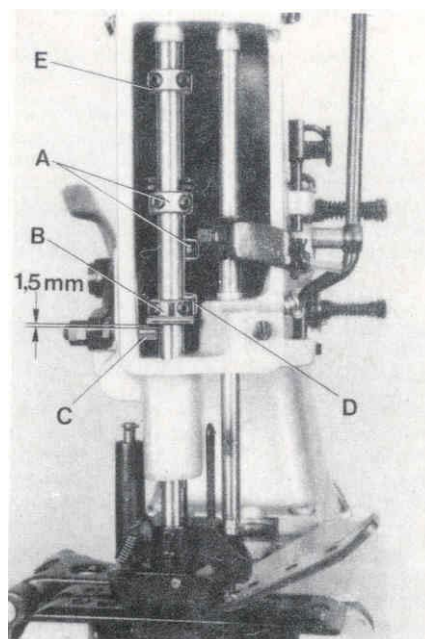
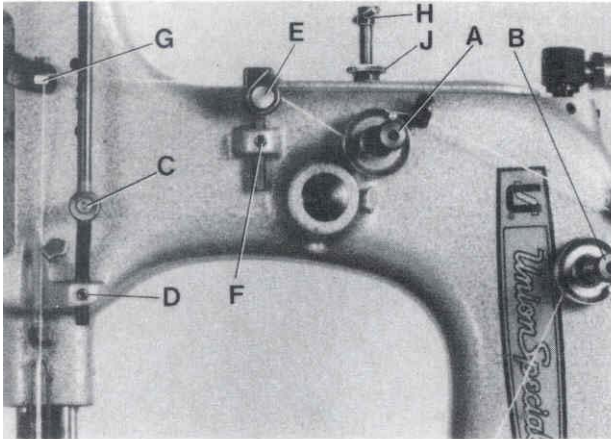

Fig.9
Fig.10
Rotate the pulley until the feed dog is below the throat plate. Remove the face cover left on machine arm and turn out the T-screw (H, Fig. 10) on the top of the machine arm, until it does not exert any pressure on the leaf springs. In this position, the pressure exerted on the presser foot, should be just strong enough to keep it flat on the throat plate. By relocating the collars (A, Fig. 9), which serve as a leaf spring rest, on the left and right presser bar, the pressure can be changed. Raising the collars increases the pressure, lowering the collars decreases the pressure.
Set the presser bar lifter collar (B, Fig. 9) on the left presser bar so, that there is a distance of approx. 1.5 mm (1/16 in.) between lifter lever stud (C) and lower surface of the lifter collar (B), when the presser foot rests on the throat plate (see Fig. 9). Set the collar (D) on the right presser bar close to the fork of the presser bar lifter collar (B) on the left presser bar.
The presser foot lift is limited with the upper stop collar (E, Fig. 9) on the left presser bar. When the needle is in its lowest position and the presser foot is lifted with presser foot bottom tilted up, the needle bar respectively needle clamp nut should not contact the presser foot bottom. Set collar (E) accordingly.
Now turn in T-screw (H, Fig. 10) until the necessary presser foot pressure for proper feeding is exerted (determine by sewing tests). Secure this setting with the knurled nut (J), which simultaneously fastens the upper arm cover. Remount the face cover.
The tension (A, Fig. 10) on the needle thread should be fairly strong to produce uniform stitches. On the two thread double locked stitch styles the tension (B) on the looper thread should be barely sufficient to steady it.
Drehen Sie an der Riemenscheibe bis der Transporteur unter der Stichplatte steht. Entfernen Sie den Stirndeckel links am Maschinenarm und drehen Sie die Knebelschraube (H, Fig. 10) oben auf dem Maschinenarm soweit heraus, daß sie nicht mehr auf die Blattfedern drückt. In dieser Stellung soll der Druck auf den Drückfuß gerade noch so stark sein, daß er auf der Stichplatte aufliegt. Durch Verstellen der als Blattfederauflage dienenden Stellringe (A, Fig. 9) auf der linken und rechten Drückfußstange kann der Druck verändert werden. Verstellen der Stellringe nach oben verstärkt, verstellen nach unten verringert den Druck.
Stellen Sie den Drückfußstangen-Lifter-Stellung (B, Fig. 9) auf der linken Drückfußstange so ein, daß zwischen Lifterhebelbolzen (C) und Unterseite Stellung (B) ein Abstand von etwa 1,5 mm ist, wenn der Drückfuß auf der Stichplatte aufliegt (siehe Fig. 9). Stellen Sie den Stellring (D) auf der rechten Drückfußstange so, daß er an der Gabel des Drückfußstangen-Lifter-Stellrings (B) auf der linken Drückfußstange anliegt.
Der Hub des Drückfußes wird mit dem Anschlag-Stellring (E, Fig. 9) oben auf der linken Drückfußstange begrenzt. Wenn die Nadel in der untersten Stellung ist und der Drückfuß mit dem Drückfuß-Lifterhebel angehoben und die Drückfußsole nach oben gekippt wird, darf die Nadelstange bzw. Nadelstangenmutter die Drückfußsole nicht berühren. Stellen Sie den Stellring (E) entsprechend ein.
Nun drehen Sie die Knebelschraube (H, Fig. 10) soweit ein, daß der zum einwandfreien Transport notwendige Drückfußdruck erzeugt wird (durch Nähversuche ermitteln). Sichern Sie diese Einstellung mit der Rändel-Kontermutter (J), mit der gleichzeitig der obere Armdeckel befestigt wird. Montieren Sie den Stirndeckel wieder.
Die Spannung (A, Fig. 10) auf den Nadelfaden soll so stark sein, daß eine gleichmäßige Stichbildung erreicht wird. Bei den Zweifaden-Doppelkettmaschinen soll die Spannung (B) auf den Greiferfaden ganz gering sein, so daß der Faden gleichmäßig gleitet.
On the two thread double locked stitch styles 80800C, E, H and HA, the height of the needle thread take-up roller (C, Fig. 10) is set so that the needle thread on the downstroke of the needle just contacts the roll at the time the needle thread loop is released from the looper. Loosen screw (D) and set the needle thread take-up roller accordingly. Retighten screw (D).
On all styles the eyelet (E, Fig. 10) should be positioned so, that the needle thread runs nearly horizontal, parallel to cloth plate, between eyelet (G) on needle bar connection and eyelet (E) on machine arm, when the needle is in its upmost position. Eyelet (E) is secured by screw (F).
Bei den Zweifaden-Doppelkettenstichmaschinen 80800C, E, H und HA wird die Höhe der Nadelfadenabzugsrolle (C, Fig. 10) so eingestellt, daß der Nadelfaden beim Niedergehen der Nadel die Rolle zu dem Zeitpunkt gerade berührt, wenn die Nadelfadenschlinge vom Greifer freigegeben wird. Lösen Sie die Schraube (D) und stellen Sie die Nadelfadenabzugsrolle (C) entsprechend ein. Ziehen Sie die Schraube (D) wieder an.
Bei allen Maschinen wird die Fadenführung (E, Fig. 10) so eingestellt, daß der Nadelfaden zwischen der Fadenführung (G) am Nadelstangenmitnehmer und der Fadenführung (E) am Maschinenarm etwa waagrecht, parallel zur Stoffplatte verläuft, wenn die Nadel in der obersten Stellung ist. Die Fadenführung (E) wird mit der Schraube (F) befestigt.